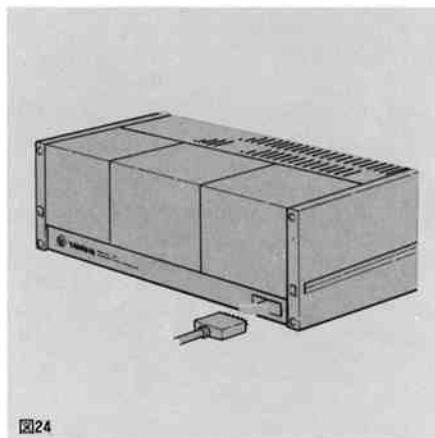

図24
3. RU-Iリモコンケーブルを図のように水平に差し込み、しっかりと接続してください。（図24、25）